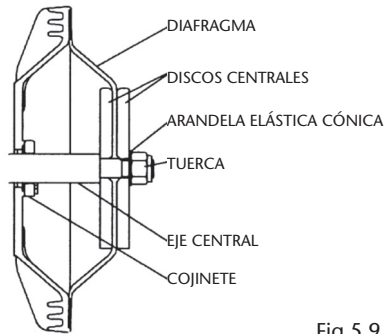

Fig 5.9
- Desplace el disco central hacia un lado (excluidos los tipos _H_, _S_) consulte Fig. 5.9. Instale la cámara de fluido de este lado. Apriete un poco los tornillos.